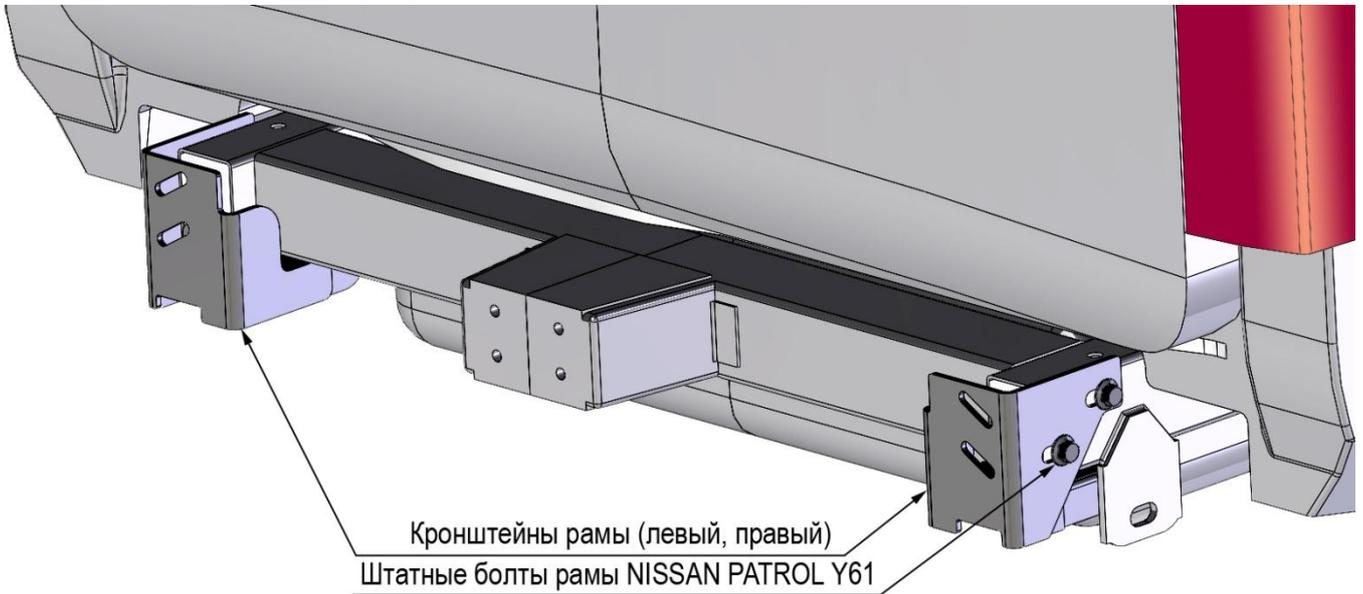

Рис.9 Установка кронштейнов рамы.
- Далее устанавливаем кронштейны бампера как показано на рис.9 левый и правый соответственно. Установку кронштейнов производить штатными болтами М14 (остались после снятия защиты штатного пластикового бампера). **БОЛТЫ НЕ ПРИТЯГИВАТЬ ДО КОНЦА!** Кронштейн должен свободно ходить по трубе рамы. Это необходимо сделать для последующей регулировки бампера при установке.